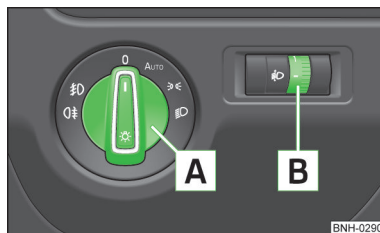

Fig. 36
En los vehículos con dirección a la derecha, la disposición de los elementos de manejo se diferencia en parte de la disposición mostrada en la » **fig. 36 de la página 56**. Los símbolos que marcan las posiciones de los elementos de manejo son iguales.
**Posicionamientos del interruptor de luz - Girar el interruptor [A] » fig. 36**
- ✓ El interruptor de luz se encuentra en la posición **0** o **AUTO** » fig. 36 de la página 56.